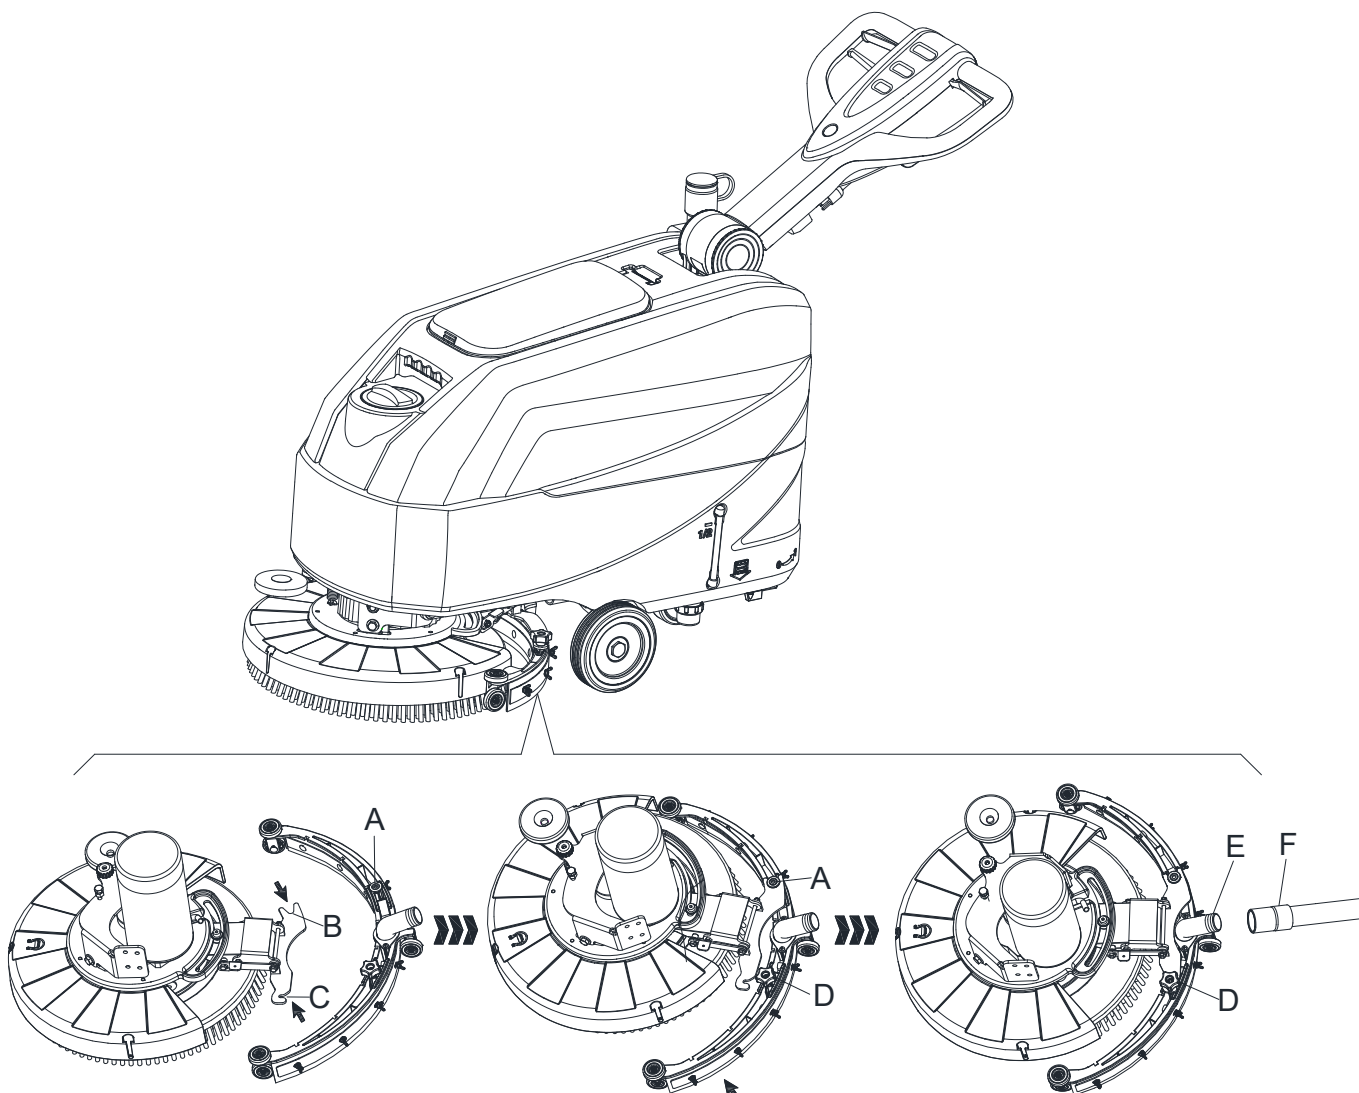

Figura 4
5. Fije el taco A en la apertura B, después fije el otro tornillo C para abrir D, sujete el regulador de la boquilla y conecte el tubo de descarga del agua de recuperación F al conector E (Figura 4).